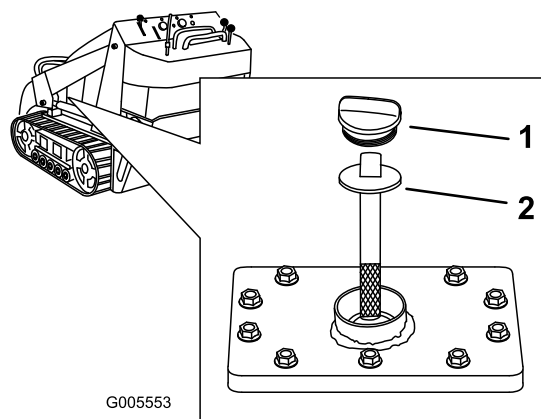

Bild 16
5. Reinigen Sie den Bereich um den Einfüllstutzen des Hydraulikölbehälters (Bild 16).
6. Entfernen Sie den Deckel vom Einfüllstutzen und überprüfen Sie den Ölstand auf dem Peilstab (Bild 16).